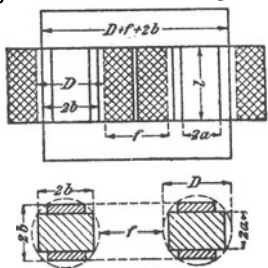

Fig. 148.
287. Ein Kerntransformator besitzt die in Fig. 148 dargestellten Abmessungen. Auf jeden Kern sind primär 1248 [720] (704) Windungen von 1,13 [9,1] (1,68) mm² Querschnitt und sekundär 64 [80] (52) Windungen von 19,7 [72,8] (198) mm² Querschnitt gewickelt. Wie groß ist der Füllfaktor f_k , wenn derselbe definiert ist durch die Gleichung: